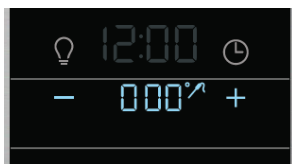

Figure 18 : Sonde insérée et prête pour le réglage de la température
- Lorsque la sonde est insérée, un signal sonore retentit et l'icône de la sonde apparaît (Voir Figure 18). Fermez la porte du four.